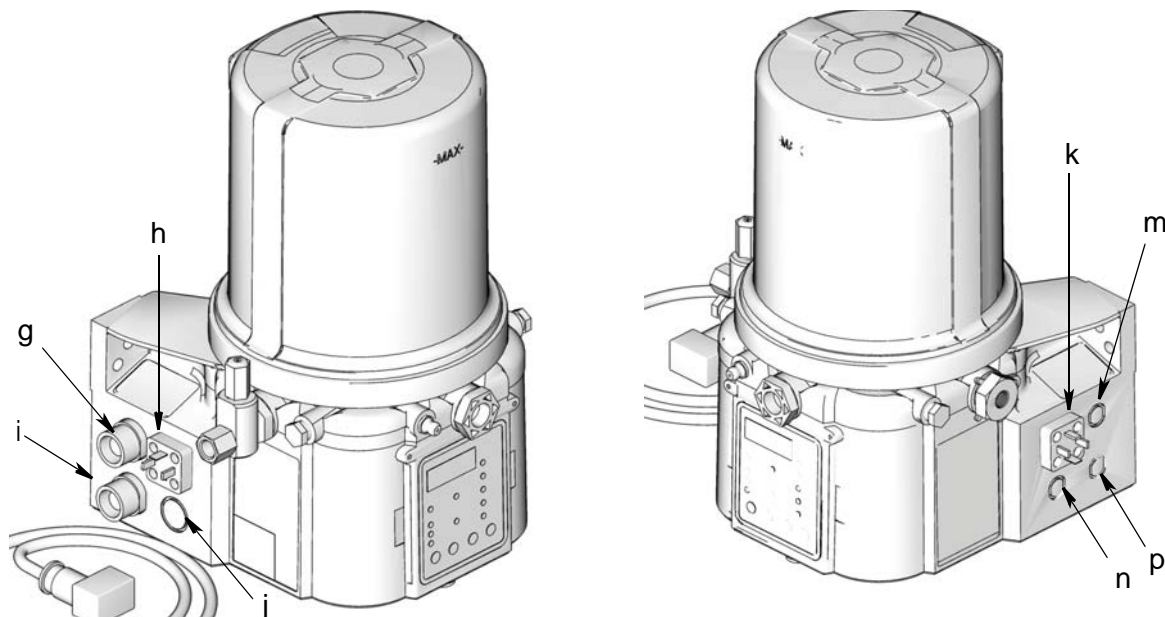

ABB. 1
**HINWEIS: Codezeichen g - p** beziehen sich auf eine bestimmte Position an der G3-Schmiermittelpumpe. Siehe auch **<BOLD CROS>ABB. 1** für eine Darstellung dieser Positionen.